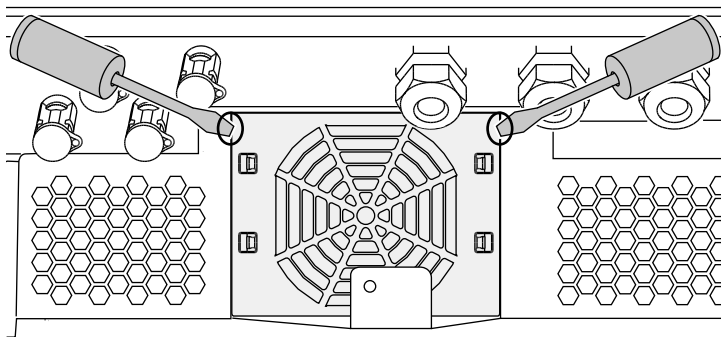

Fig. 60: Solte a grelha do ventilador
2. Desmonte o ventilador. Para tal, coloque uma chave de fendas na borda da grelha do ventilador e pressione levemente a grelha. ➤ **Fig. 60**